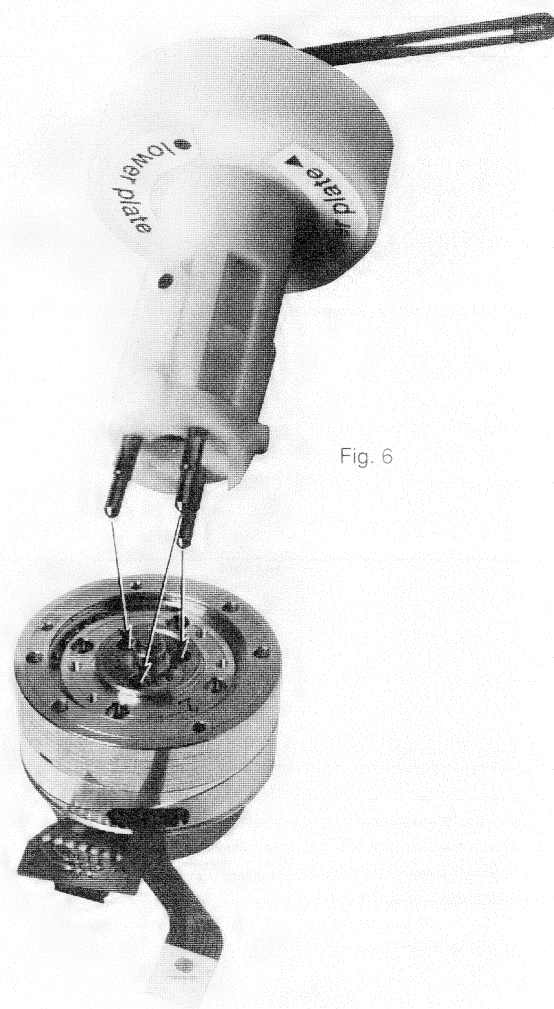

Fig. 6
- Das Abziehwerkzeug für das "untere" Klemmelement vorbereiten. Auf die Kopfscheibe aufsetzen und darauf achten, daß alle drei Stifte gut im unteren Klemmelement eingerastet sind. Das Klemmelement durch Verdrehen des Hebels um 90° lösen, und die Kopfscheibe samt Abziehwerkzeug von der Scannerachse abziehen (Fig. 6).